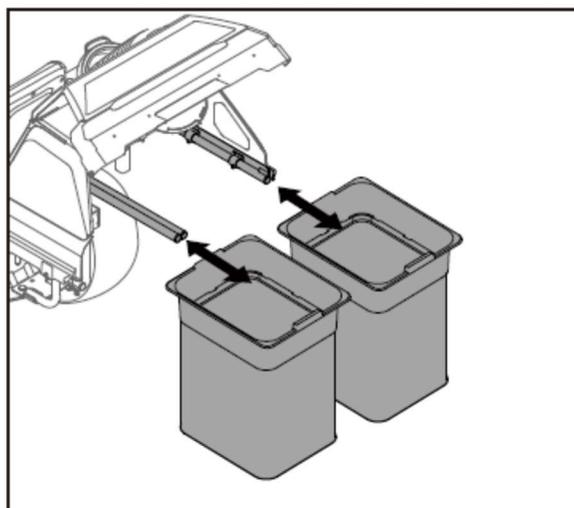

Fig. 9D
4. Deslice la caja de dos capturas de hierba a lo largo de la pista hacia adentro o hacia afuera para ensamblar o desmontar. (Fig. 9D)